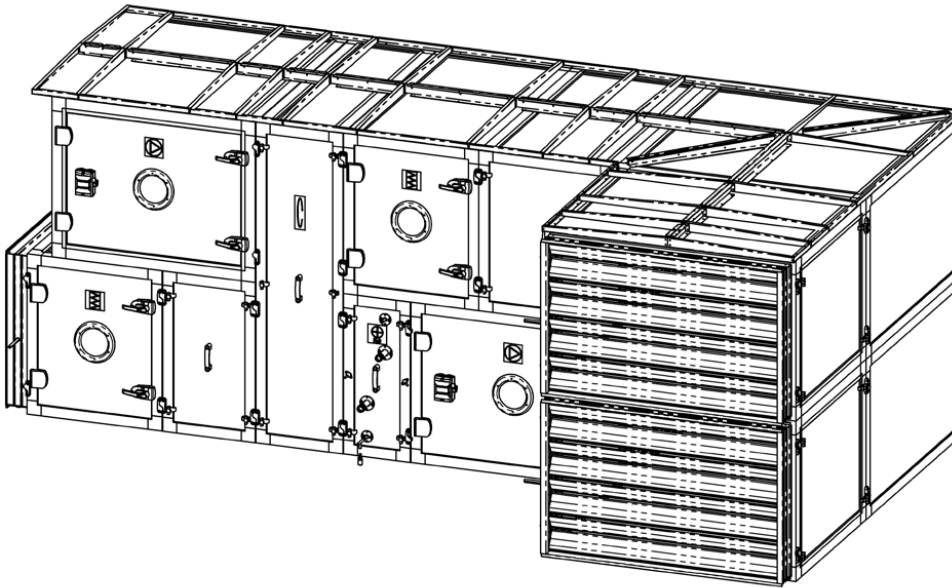

Abbildung 6.3
3. Befestigen Sie die Unterkonstruktion wie bereits in den Abschnitten 5.1, 5.2 und 5.3 erläutert, nach der Montage der Eckprofilstützen am Gerät. (Abbildung 6.3)